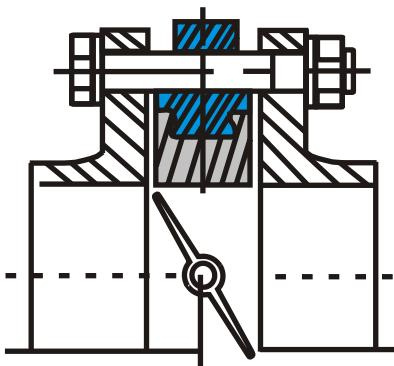

Рис. 4
- Перед началом монтажа диск поворотного затвора необходимо немножко приоткрыть, но так, чтобы диск не выходил за корпус затвора (рис. 4).